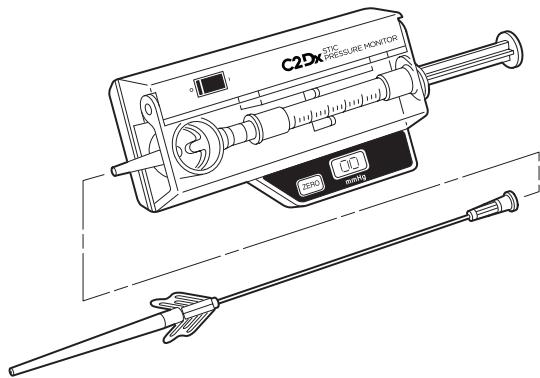

Figure 4
3. Raccorder le cathéter fendu à l'embout conique de la chambre. Vérifier que le raccord est solide. Voir Figure 4.